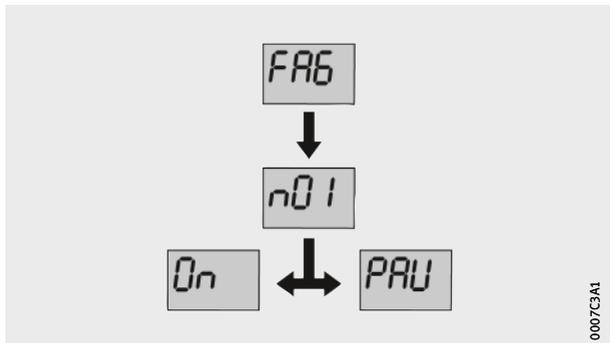

Bild 13
- ▶ Das Schmiersystem ist eingeschaltet und läuft in der Betriebsart Zeitsteuerung, *Bild 13*.